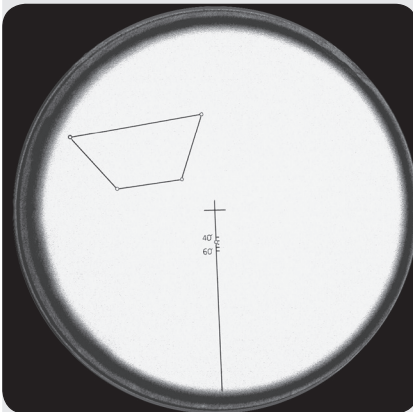

Abb. 36: Blick durch das Polsucherfernrohr. (Die vier Sterne zeigen eine Sterngruppe in der Nähe des Himmelssüdpols)
1. Blicken Sie durch das Polsucherfernrohr gegen eine helle Fläche (z. B. eine Hauswand oder den Himmel, aber keinesfalls auf die oder in die Nähe der Sonne!) und erkennen Sie das Trapez sowie die Linie mit dem kleinen Kreis und der Beschriftung (Abb. 36). Wenn Sie die Figuren nicht scharf erkennen können, drehen Sie ein wenig am Okular des Polsuchers, um zu fokussieren.